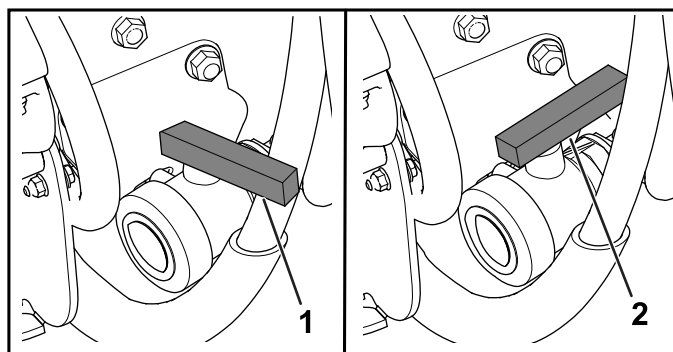

Figura 94
3. Abra a válvula para drenar todo o material não utilizado do depósito (Figura 94).
4. Feche a válvula de drenagem (Figura 94).